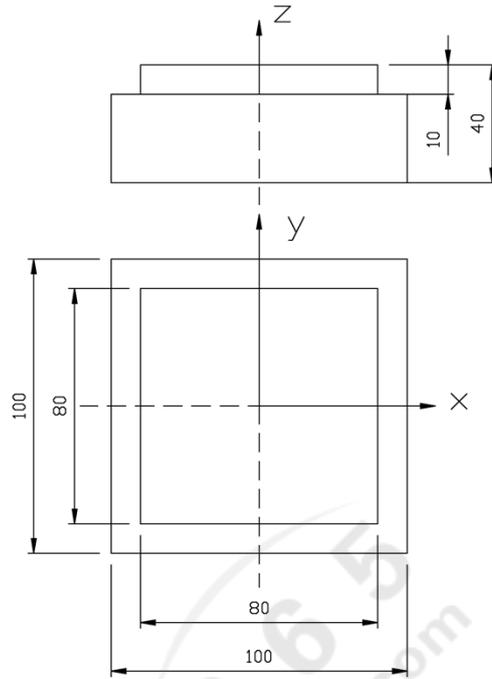

图2
2. 下面是用直径为 $\Phi 10\text{mm}$  的立铣刀加工如图 2 所示零件的精加工铣削程序，在横线上写出相应程序段的作用。